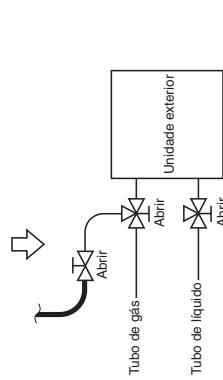

Fig. 7-2
- Se a quantidade de carga do refrigerante adicional não puder ser carregada de uma vez, carregue o refrigerante restante na forma líquida utilizando válvula de serviço do tubo de gás com o sistema no modo de aquecimento no momento do teste de funcionamento. (Fig. 7-2)
- (4) Realize um teste de fugas de todos as uniões da tubagem (tanto inferior e exterior) e de ambas as válvulas de serviço de gás e líquido. Borbulhas indicam uma fuga. Remova o sabão com um pano limpo após um teste de fugas.
- (5) Depois que for confirmado que o sistema está livre de fugas, liberte a pressão do nitrogênio desapertando o conector do tubo flexível de carga no cilindro de nitrogênio. Quando a pressão do sistema diminuir ao normal, desligue o tubo flexível do cilindro.